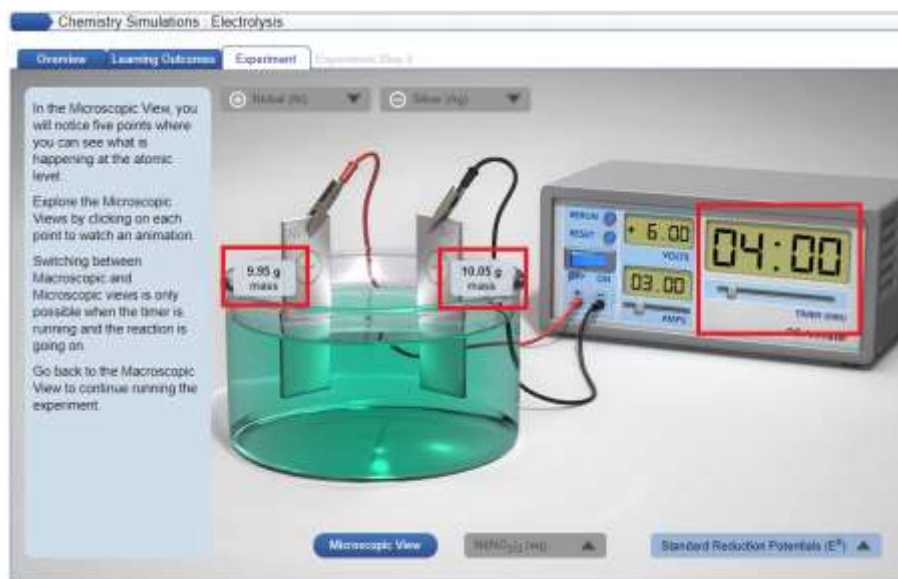

Figura 4. Registro del tiempo y la masa de los electrodos.
5. Encienda la fuente y registre cada 5 [min], las masas de los electrodos (figura 4) y complete la tabla 2.